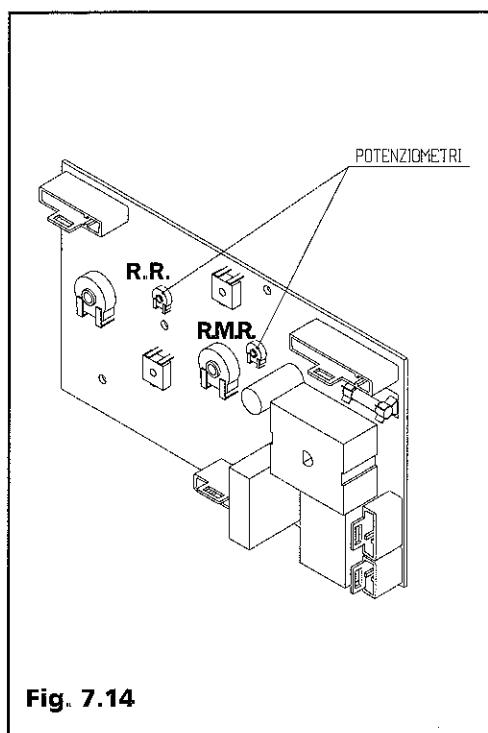

Fig. 7.14
- collegare il manometro sulla presa di pressione (B) a monte della valvola gas;
- scollegare il manometro e chiudere la presa (B).
7.4 Taratura delle pressioni al bruciatore (Fig. 7.14)
- collegare il capo del manometro alla presa di pressione (A) a valle della valvola del gas;
- togliere il tappo in alluminio dal servoregolatore della valvola del gas (D);
- ruotare i potenziometri di regolazione della potenza RMR e RR, posti sulla scheda (fig. 7.14), in senso antiorario. Se l'operazione è corretta, il bruciatore tende a spegnersi